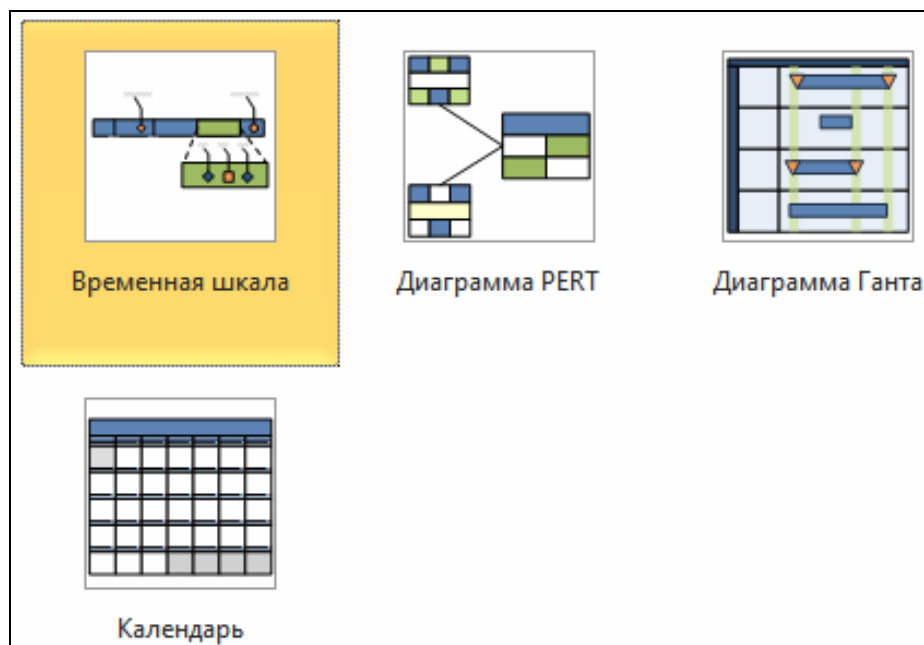

Рис. 1.6. Категорія шаблонів *Расписания*
- *Расписания* – шаблони для побудови схем процесів, залежних від часу (рис. 1.6);